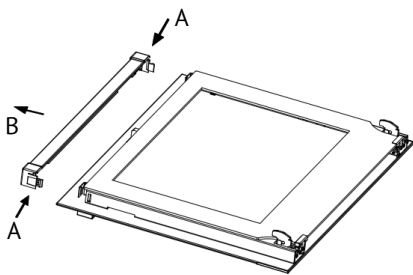

Рис. 3
1. Нажмите на фиксаторы с левой и правой сторон дверцы и снимите верхнюю направляющую (рис. 3).